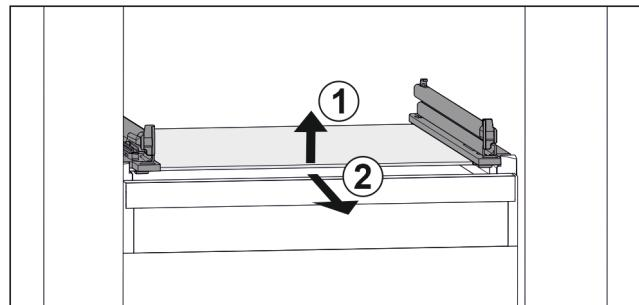

Fig. 121 Приближене відображення скляної пластини
- Підняти скляну пластину спереду. Fig. 121 (1)
- Вийняти скляну пластину рухом вперед. Fig. 121 (2)